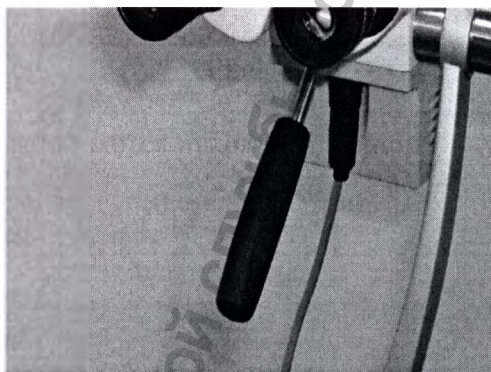

Рис. 14
5.4.2 Абсолютное центрирование области обзора в поле зрения может быть выполнено движением ручки (см. рис.14)